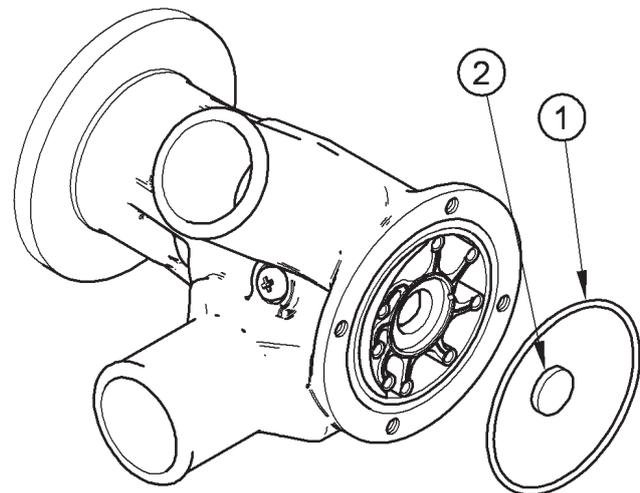
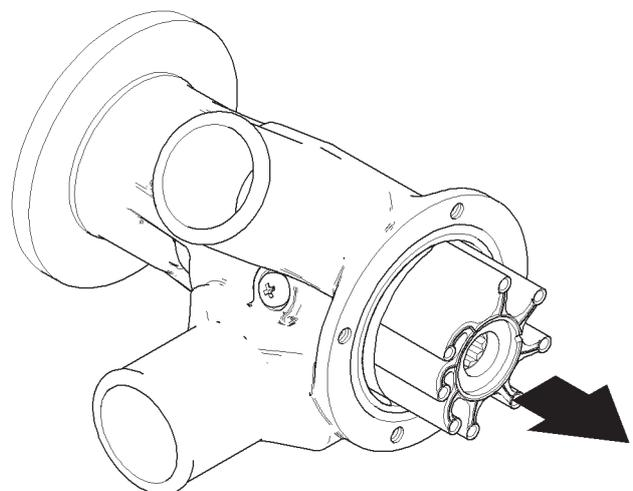

Abbildung 7
Abbildung 8
3. Vorsicht bei der O-Ringdichtung (Nummer 1 Abbildung 7).
4. Nehmen Sie die Gummiendkappe (Nummer 2 Abbildung 7) ab, und ziehen Sie das Laufrad von der Welle (Abbildung 8).